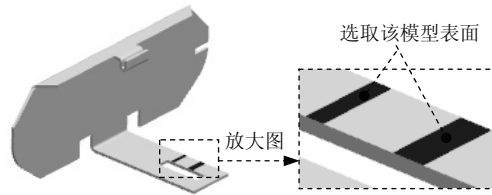

图 4.8.34 选取折弯面
Step7. 创建图 4.8.33 所示的“重新折弯”特征 1。选择下拉菜单 **插入(S)** → **成形(B)** → **重新折弯(R)...** 命令，系统弹出“重新折弯”对话框；在系统 **选择伸直面** 的提示下，选取图 4.8.34 所示的两个面为折弯面；在“重新折弯”对话框中单击 **确定** 按钮，完成特征的创建。